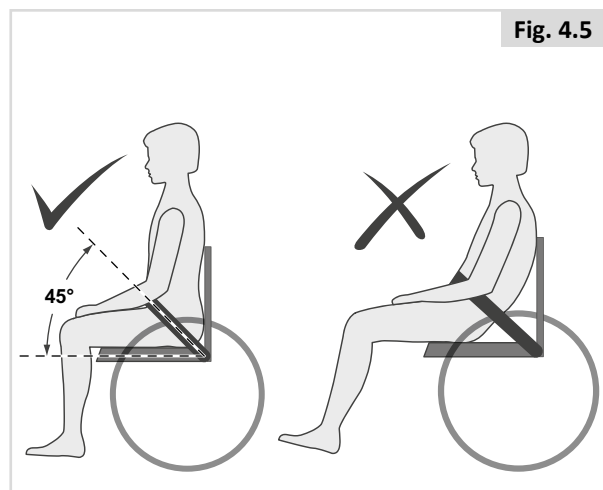

Fig. 4.5
- Over het algemeen moet de heupgordel zodanig bevestigd zijn dat de gordel in een hoek van 45° vastgemaakt kan worden (Fig. 4.5). Als de gordel op de juiste wijze bevestigd is, kan de gebruiker niet in de rolstoel naar beneden glijden.